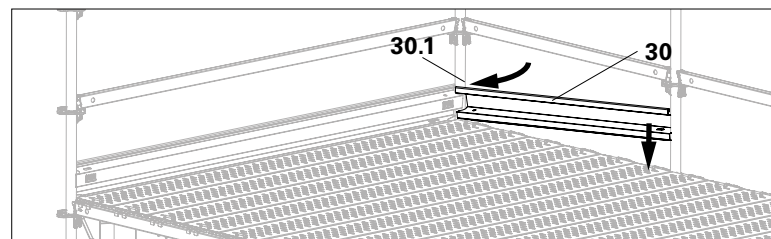

Abb. A5.04a
- Bordblech UPY (**30**) von außen her mit großem Rohrausschnitt (**30.1**) zuerst links einsetzen. (Abb. A5.04a)